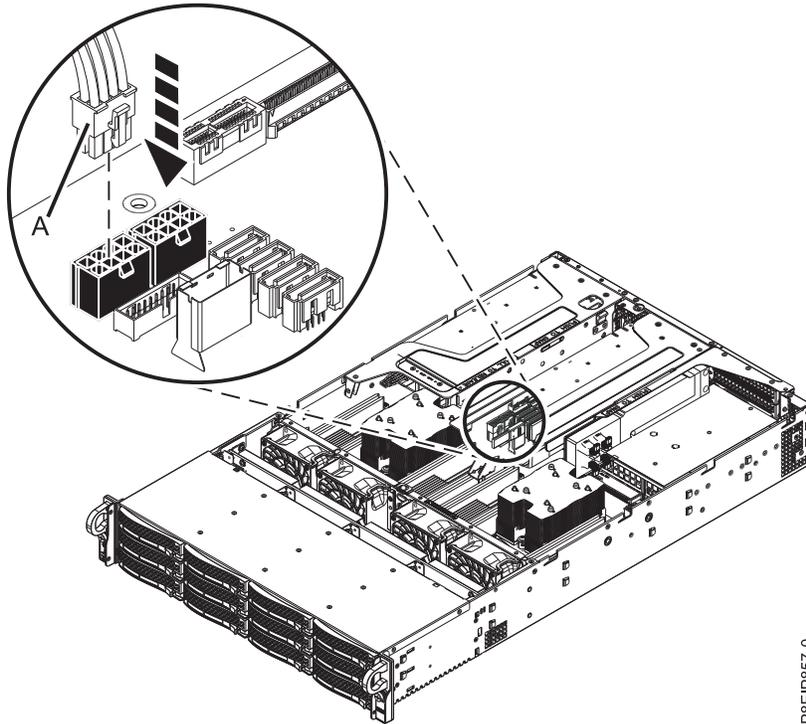

Abbildung 27. Netzkabel des Grafikprozessors anschließen
- g. Schließen Sie das Netzkabel des Grafikprozessors (A) an die Systemrückwandplatine an (siehe Abb. 27 auf Seite 31). Drücken Sie den Entriegelungshebel mit Ihrem Daumen auf den Anschluss,